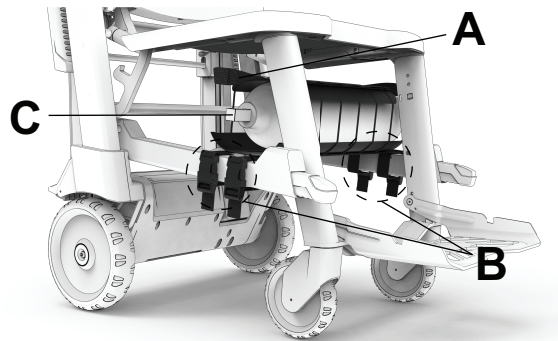

Figura 37 – Fijación del soporte para la botella de oxígeno
2. Coloque el soporte para la botella de oxígeno (A) entre los dos tubos del asa elevadora inferior situados debajo de la superficie del asiento (Figura 37).
3. Envuelva las cuatro correas alrededor de los tubos del asa elevadora inferior (B) y conecte las hebillas de liberación laterales (Figura 37).
4. Deslice la botella de oxígeno (C) en el soporte (Figura 37).